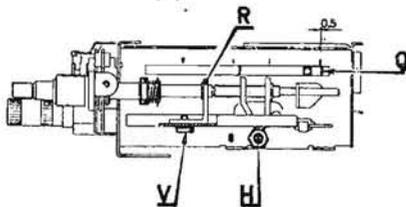

Fig. 3.
— La regolazione si effettua solamente agendo sulla vite H (fig. 3).
— Tale regolazione si effettua sulla vite V (fig. 3).
3) Spostare opportunamente avanti o indietro la squadretta R (fig. 3) fino a che la guida posteriore del carrello Q si trovi alla distanza indicata dalla fig. 3.